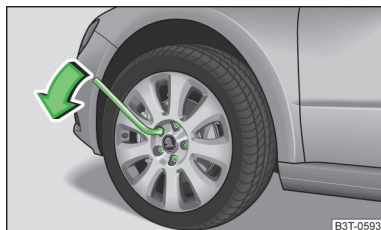

Fig. 179
- Saisissez la clé par son extrémité et faites décrire au boulon un tour environ dans le sens de la flèche » fig. 179.
- Saisissez la clé par son extrémité et faites tourner le boulon dans le sens inverse de la flèche » fig. 179 jusqu'à ce qu'il soit bien serré.